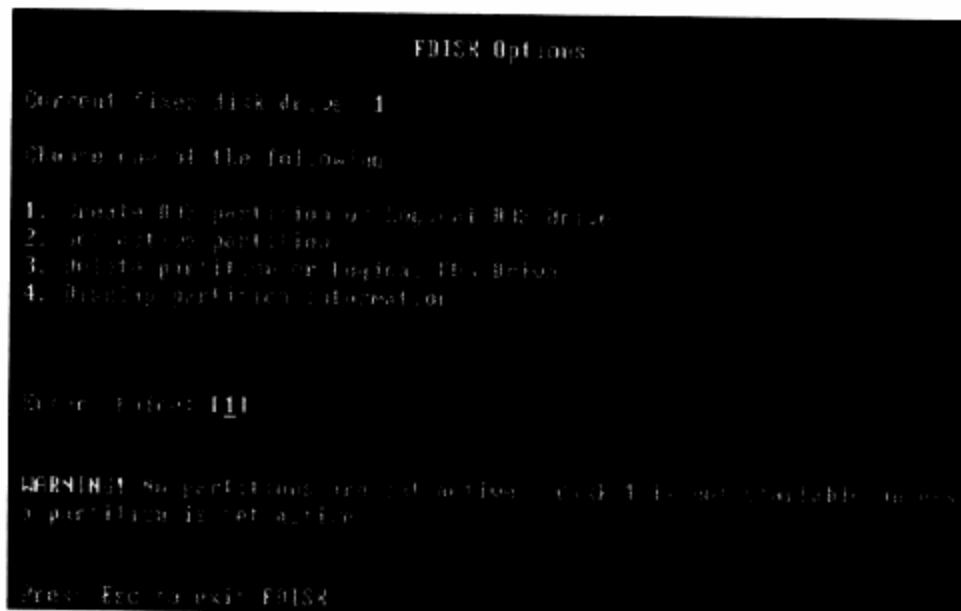

图4-25 Fdisk主界面
**步骤 11** 接下来就要创建扩展分区。返回Fdisk主菜单，输入数字1继续划分。如图4-25所示。